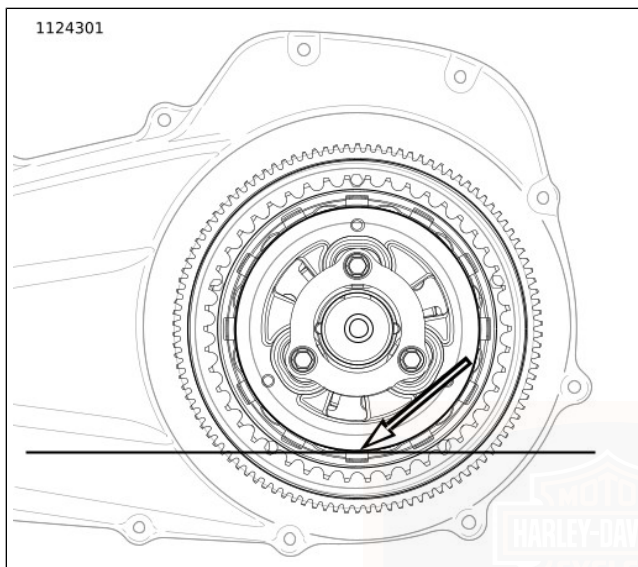

Abbildung 126. Primärer Schmiermittelstand
- b. Siehe Abbildung 126 . Der korrekte Füllstand liegt ca. an der Unterseite des Außendurchmessers der Druckplatte.